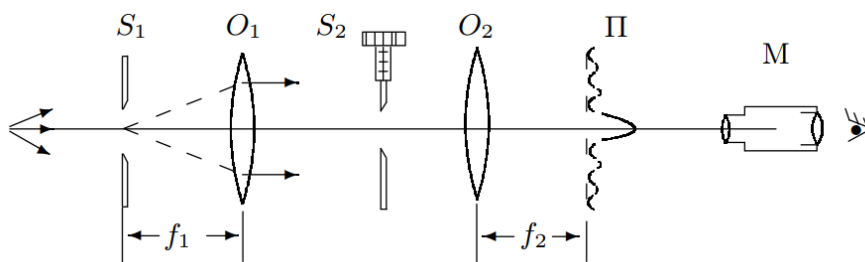

Рис. 3: Схема лабораторной установки для наблюдения дифракции Фраунгофера на щели
1. Дифракцию Френеля и Фраунгофера можно наблюдать на одной и той же установке (поставив дополнительную линзу между щелью и плоскостью наблюдения). Дифракционная картина наблюдается в фокальной плоскости объектива O_2 (фокусное расстояние линзы $f_2 = 12.8$ см). Схема установки для наблюдения дифракции Фраунгофера на щели представлена на рис. 3.